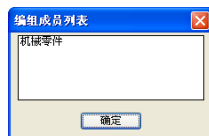

图 5.19 编组成员列表
- ◆ 查找名称：单击该按钮将切换到绘图区域，拾取要查找的对象后，该对象所属的组名即显示在【编组成员列表】对话框中，如图 5.19 所示。